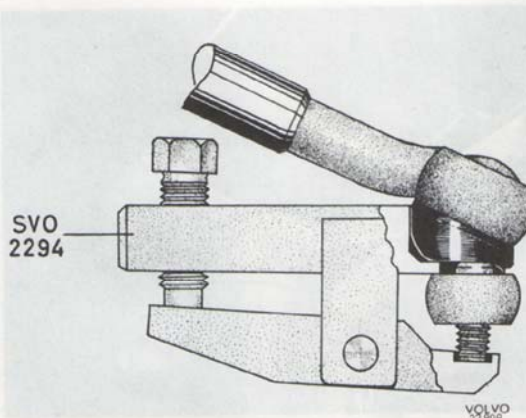

Bild 12. Demontering av styrstag
3. Ta bort nedre muttrarna för motorfästena. Demontera styrstagen från pitmanarm och mellanarm med SVO 2294 enligt bild 12.